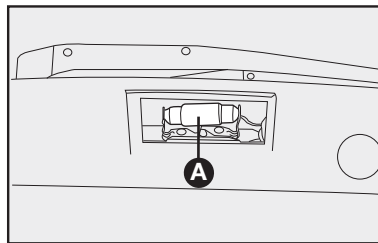

fig. 63
- 2) quitar la lámpara **A-fig. 63** de su alojamiento y sustituirla.